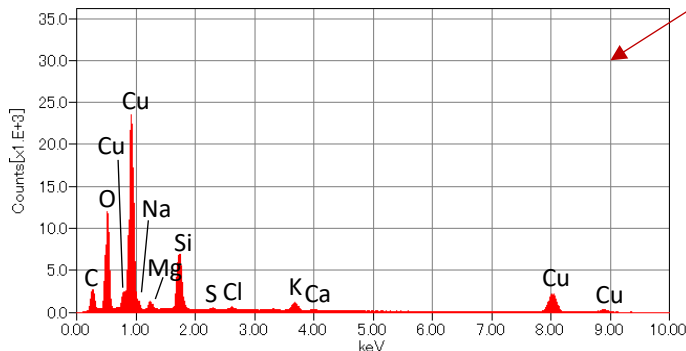

Fig.4 A部のX線スペクトル
■ 異物の存在するA部を元素分析すると、正常なB部より検出されたC(炭素)、O(酸素)、Cu(銅)以外に、Na(ナトリウム)やMg(マグネシウム)、Si(珪素)、S(硫黄)、Cl(塩素)、K(カリウム)、Ca(カルシウム)が検出されています(Fig.4、5)。また、C、Oの検出強度は正常部よりもかなり高くなっています。